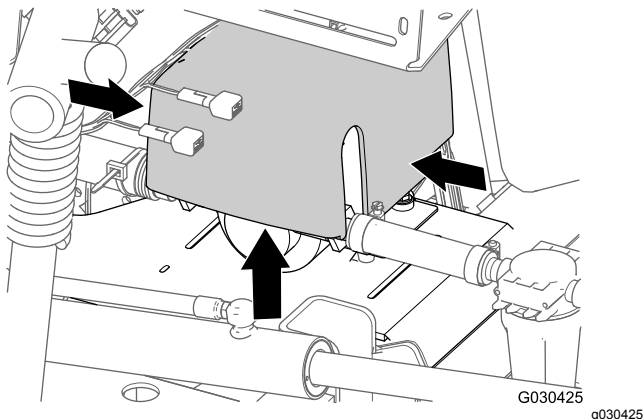

図 13
- 機体後部で、すすぎ用ポンプのカバーを両側から押し、カバーについているタブがサドルプレートのスロットをかわすまでカバーを上を持ち上げて、カバーを取り外す 図 13。